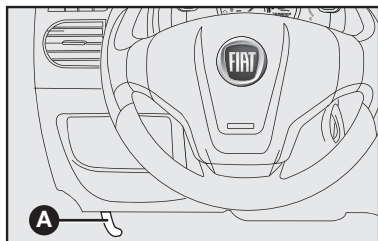

fig. 132
- 1) Puxar a alavanca **A**-fig. 132.